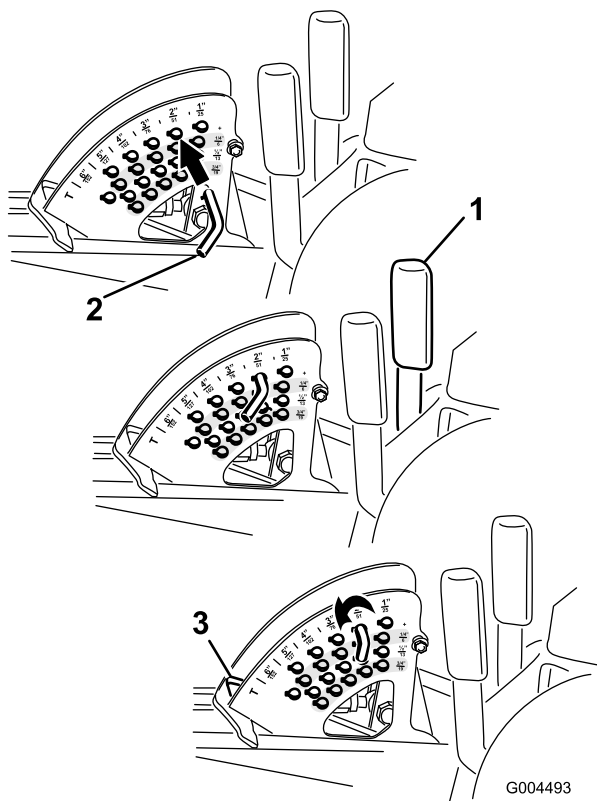

Figure 24
Remarque: Pour bloquer le plateau de coupe en position relevée, levez le plateau au-delà de la position 15 cm, retirez la goupille de butée de hauteur de coupe (voir Réglage de la hauteur de coupe), et placez-la à la position 15 cm (Figure 24).
1. Lorsque le moteur tourne, tirez le levier commande de relevage du plateau de coupe en arrière jusqu'à ce que le plateau soit complètement relevé et **relâchez immédiatement le levier** (Figure 24).
2. Pour régler la hauteur de coupe, tournez la goupille de butée jusqu'à ce que la goupille cylindrique située à l'intérieur soit alignée sur les trous du support de hauteur de coupe et déposez-la (Figure 24).
3. Placez la goupille dans le trou du support correspondant à la hauteur de coupe voulue et tournez-la pour la verrouiller en place (Figure 24).
Remarque: Il y a quatre rangées de trous (Figure 24). La première rangée donne la hauteur de coupe indiquée au-dessus de la goupille. La deuxième rangée donne la hauteur indiquée plus 6 mm. La troisième rangée donne la hauteur indiquée plus 12 mm. La dernière rangée donne la hauteur indiquée plus 18 mm. Un seul trou, situé dans la deuxième rangée, correspond à la hauteur 15,8 cm. Il n'ajoute pas 6 mm à la hauteur de 15,8 cm.